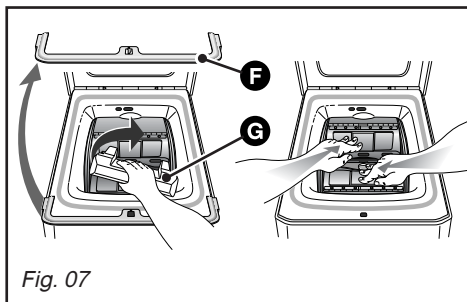

Fig. 07
- Retirez la cale d'immobilisation de l'ensemble tambour-cuve (Fig. 07).